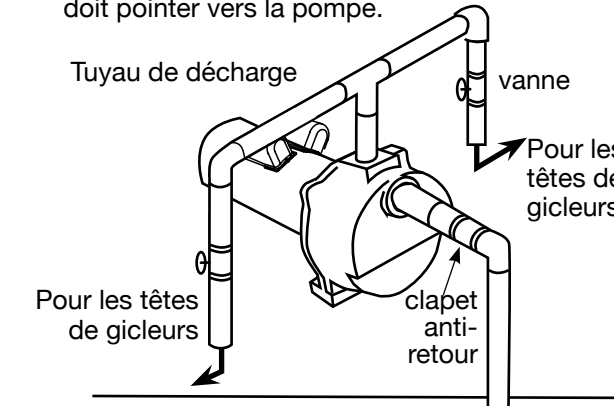

Figure 2
1. Reliez le tuyau de succion à conduire le point (Fig. 2). Gardez la section horizontale du tuyau la plus courte possible. Utilisez le ruban de téflon sur les filetages mâles. Des points de puits multiples peuvent être nécessaires pour fournir suffisamment d'eau à la pompe.